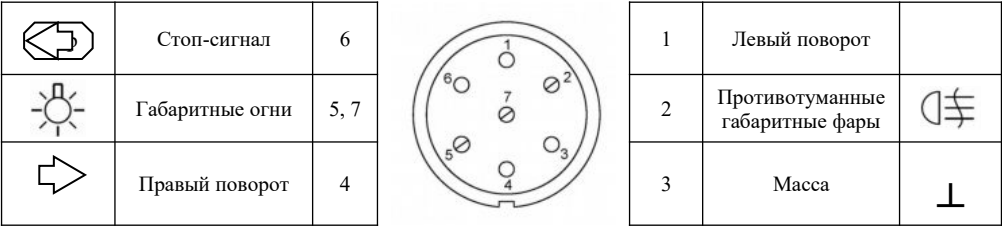

Рис.2. Схема подключения электрооборудования.
- подключить провода от клемм розетки к бортовой сети автомобиля в соответствии со схемой Рис.2 с помощью разветвителей проводов;